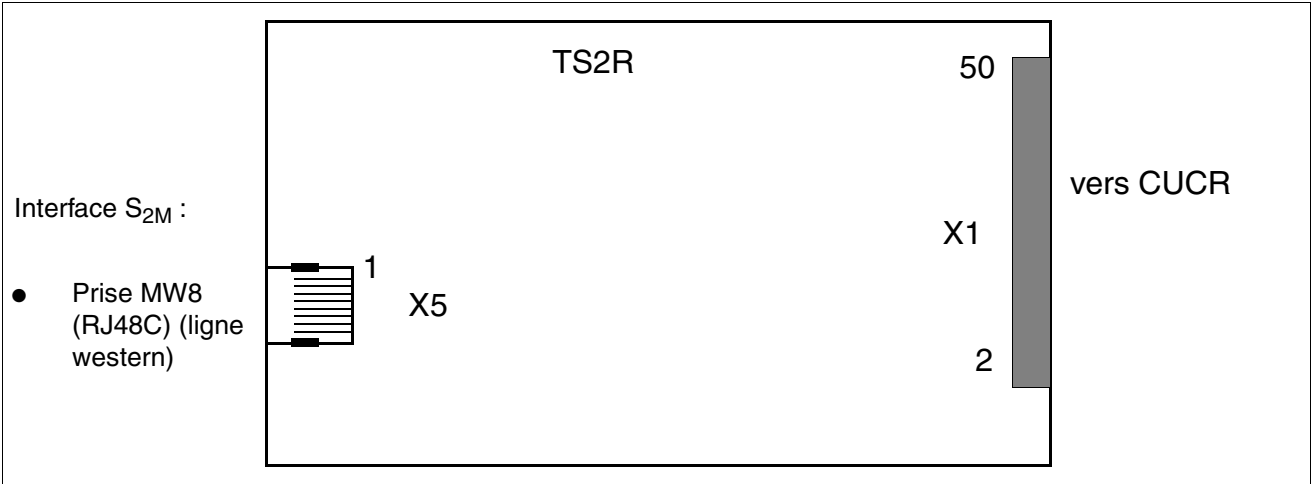

Figure 3-127 TS2R (sauf aux Etats-Unis) - Interfaces (S30810-K2913-Z100, -Z300)
- TS2R (Trunkmodul **S2M Rack**) S30810-K2913-Z100 (figure 3-127) - pour montage dans le boîtier 19" HiPath 3500
- TS2R (Trunkmodul **S2M Rack**) S30810-K2913-Z300 (figure 3-127) - pour montage dans le boîtier 19" HiPath 3500